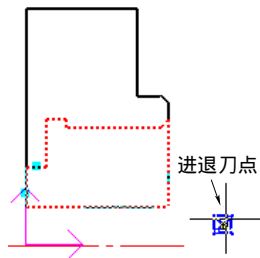

图 4-216 选择进退刀点
- 6) 选择进退刀点。指定一点作为刀具加工前和加工后所在的位置，如图 4-216 所示。要保证选取的点在进退刀时不会与工件发生干涉。